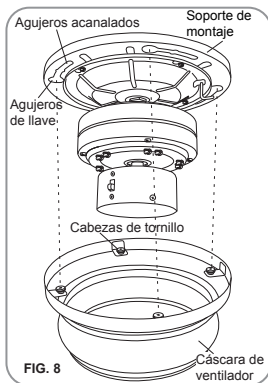

FIG. 8
Paso 1. Alinee las cabezas de tornillos largas que se han bloqueado previamente en la cáscara de ventilador en los agujeros de llave del soporte de montaje. (Fig. 8)